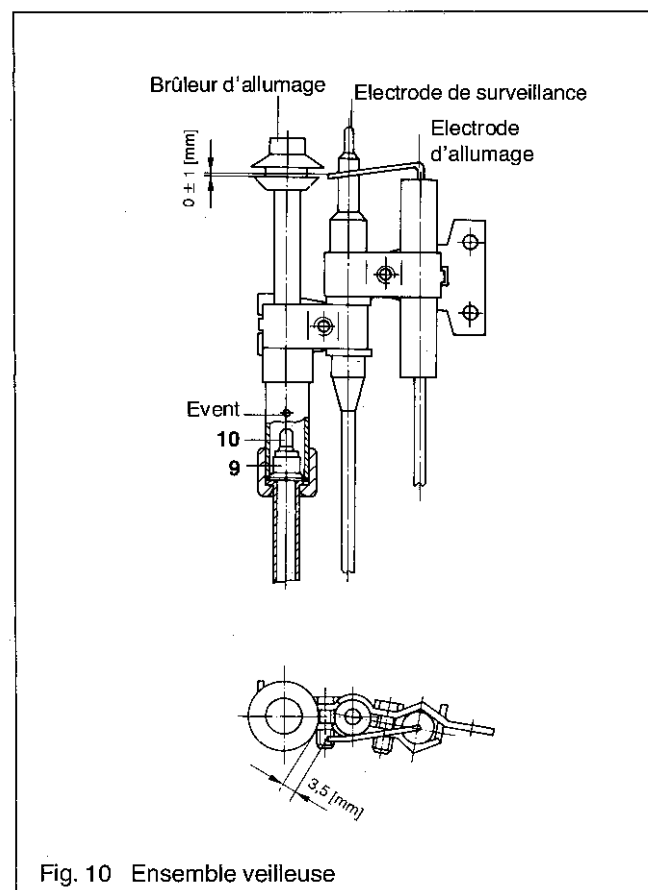

Fig. 10 Ensemble veilleuse
- e) Enlever le raccord fileté 9 du brûleur d'allumage (fig. 10) et sortir la conduite d'alimentation.